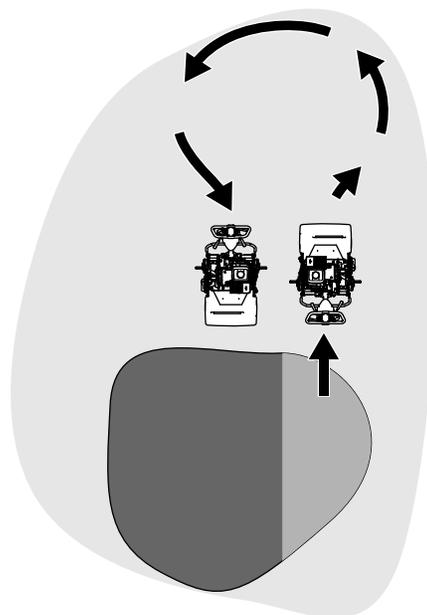

図 23
- ターンをする時はグリーンの外で、リールを浮かせてハンドルを押し下げて、雨だれ形を描くように行います **図 23**。
1. トランスミッションギアボックスにある接続レバーを探し出す 図 23。